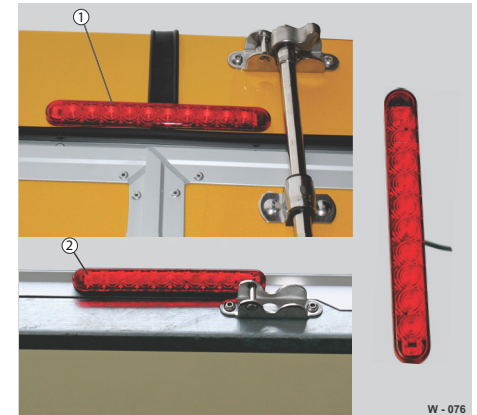

Abb. 77 Bremsleuchtenleiste, separat
- LED-Bremsleiste vom Aufbau (Abb. 77/1 bzw. Abb. 77/2) lösen.